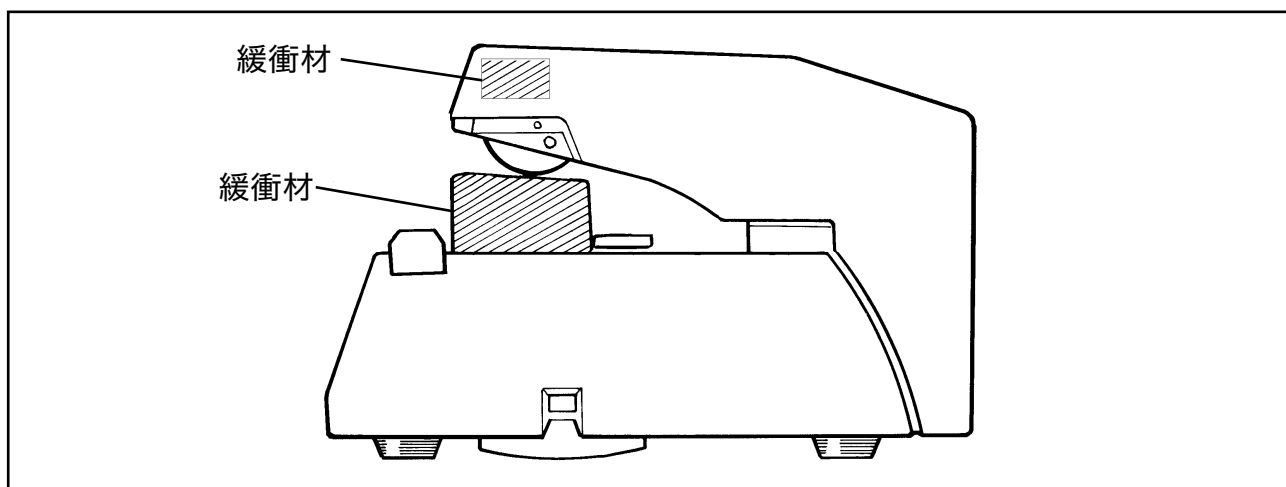

図1
(1) 輸送中の機械の破損を防止するため、活字部に緩衝材(2箇所)が入っておりますので、ご使用になる前に取り除いてください。(図1参照)